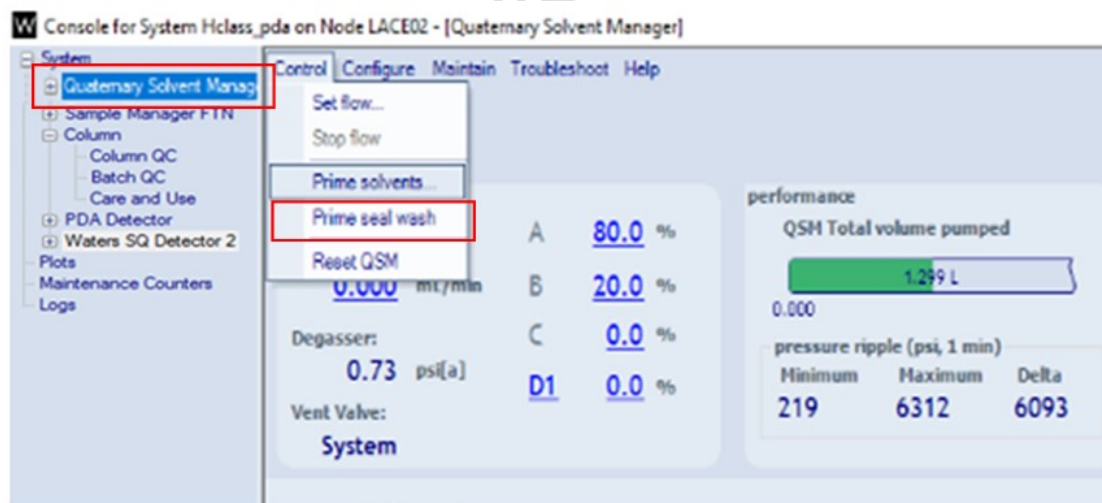

图6-16
Step2. 如图6-16, 选择Quaternary Solvent Manager---点击Control-Prime seal wash, 运行两分钟, 操作者自行记录时间;